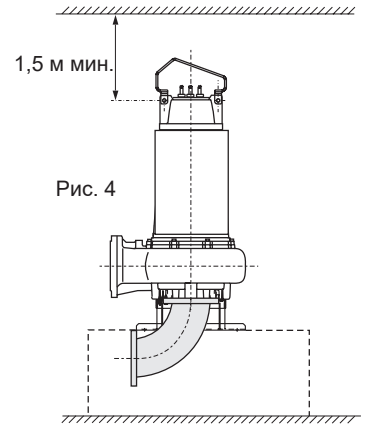

Рис. 4
- 1 - Электронасос с вертикальной осью ротора на специальной опоре и фланцевым всасывающим коленом (рис. 4). Для перемещения машины снимите ручку и установите ее в другом положении; таким образом, при ее подъеме ось машины становится вертикальной.